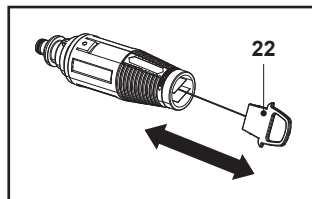

Fig. 18
2. Quite la suciedad de la boquilla con la aguja de limpieza (22) (Fig. 18).